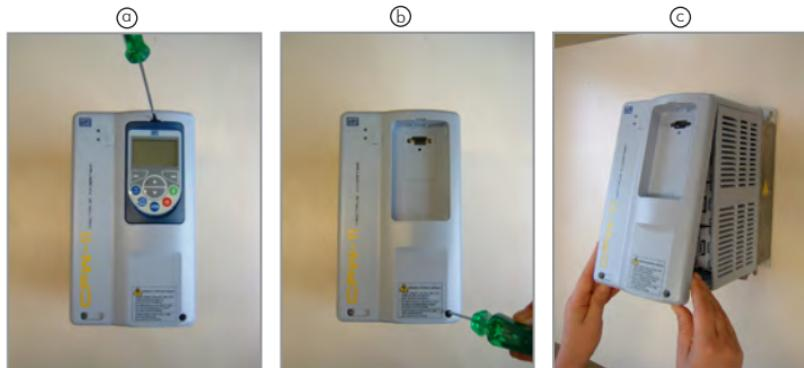

Figura 2: Remoción de la tapa frontal
**Paso 1:** Con el convertidor sin corriente, retire la tapa frontal del convertidor (figura 2).